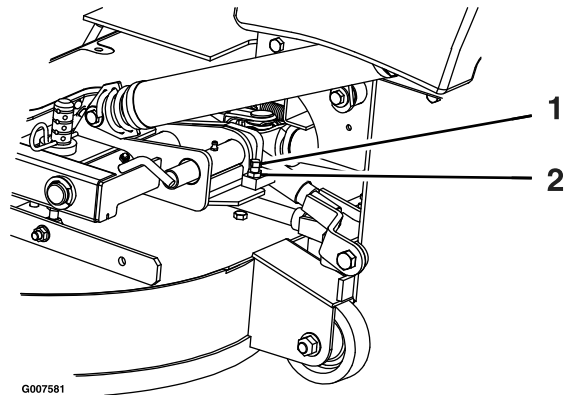

Bild 67
2. Lösen Sie die Klemmmutter und drehen Sie die Anschlagsschraube nach rechts, bis der Arretierbolzen fest ist und nicht mit der Hand gedreht werden kann (**Bild 67**).